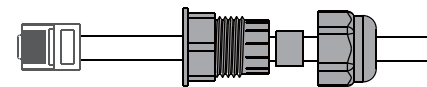

Figura 4.6-4 Cierre remoto de la conexión del cable
Paso 3-2 Para apagado remoto. Pase el cable a través de la placa de acero y, a continuación, conecte los pines 5 y 6. La Tabla 4.6-1 describe la definición del puerto de 6 pines, el cableado se muestra en la Figura 4.6-4.